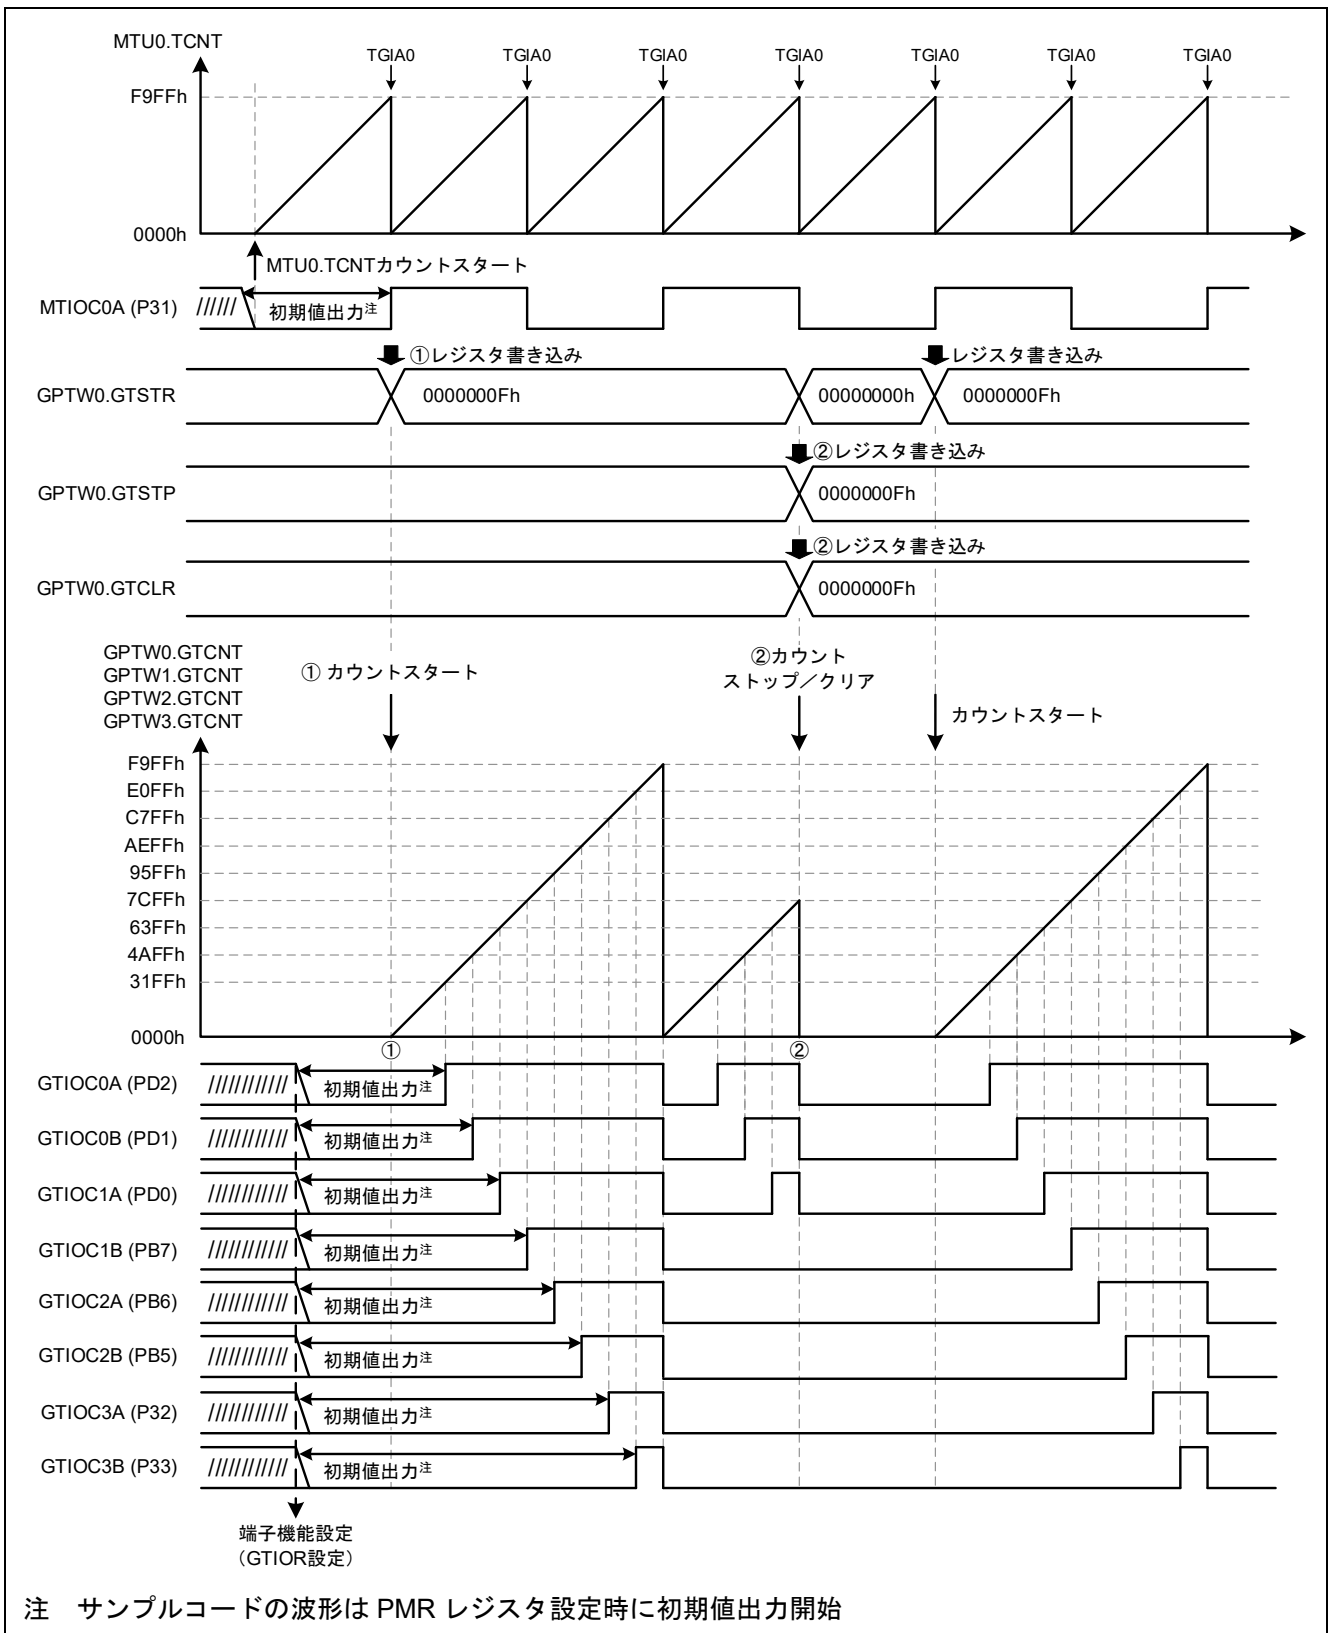

図 4-7 サンプルコードの動作
本サンプルコードの動作を図 4-7 に示します。MTU0 の TGRA を周期レジスタとして使用し、TGRA のコンペアマッチ割り込み発生時に GPTW0～GPTW3 のカウント同期スタート、または同期ストップ/クリアを設定します。
最初の TGRA コンペアマッチ割り込み発生時にソフトウェアスタートレジスタ GPTW0.GTSTR を設定し GPTW0～GPTW3 は同期してカウントスタートします (図 4-7 ①)。
3 回目の TGRA コンペアマッチ割り込み発生時にソフトウェアストップレジスタ GPTW0.GTSTP とソフトウェアクリアレジスタ GPTW0.GTCLR を設定し、GPTW0～GPTW3 は同期してカウントストップ、カウンタクリアされます (図 4-7 ②)。